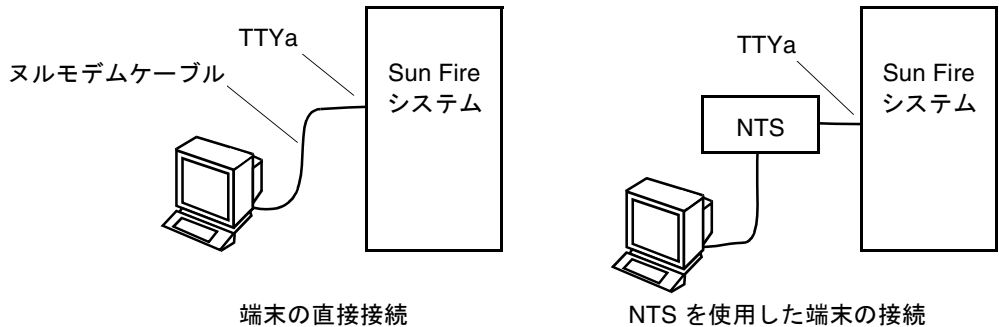

図 3-3 シリアルケーブルの接続
2. シリアルケーブルのもう一方の端を、選択した ASCII 端末または NTS サーバーに接続します (図 3-3)。